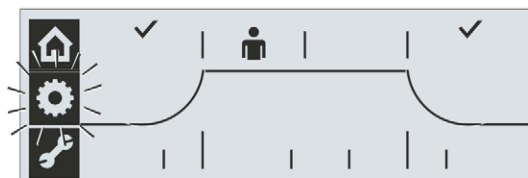

图13：末端位置已经调试完成
17. 按下操作按钮，确认保存当前的末端位置。如图13所示的两个对勾图标将全部显示出来。此时末端位置已经调试完毕，绿色的LED（准备好）将变为常亮。显示屏中的“末端位置”菜单图标也将开始闪烁。